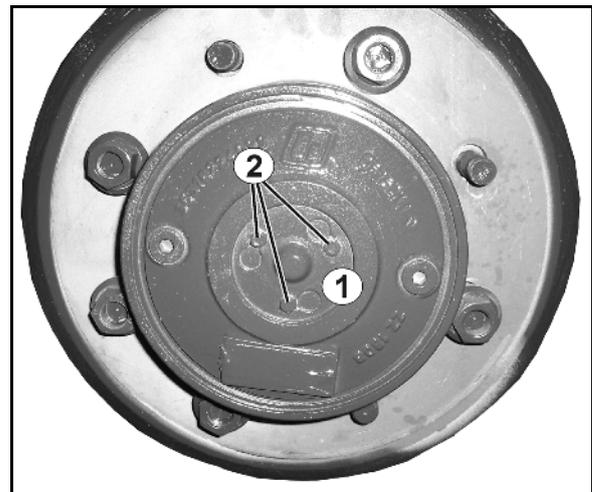

Fig. 132
Wenn die Maschine abgeschleppt werden muss, können die hutförmigen Deckel (Fig. 132/1) gedreht werden.
1. Lösen Sie die Schrauben (Fig. 132/2).